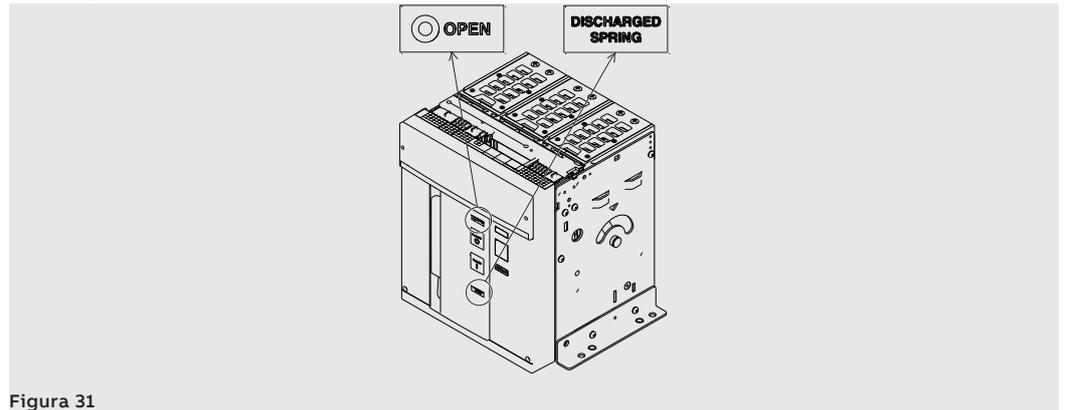

Figura 31
- Controllare che l'interruttore sia aperto (segnalatore aperto/chiuso "O - OPEN"), e controllare che le molle siano scariche (segnalatore molle "bianco - DISCHARGED SPRING") come indicato in Figura 31.